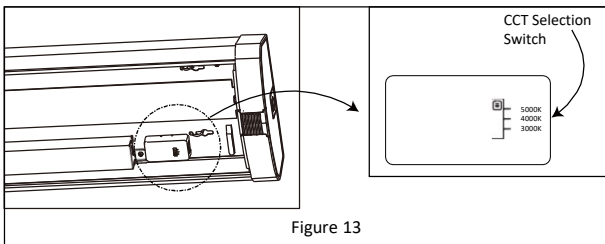

Figure 13
9. If applicable, select the desired CCT for the environment in which the fixture is installed. **See Figure 13.**
9. *Le cas échéant, sélectionnez la température de couleur proximale (CCT) souhaitée pour l'environnement dans lequel le luminaire est installé. **Reportez-vous à la Figure 13.***